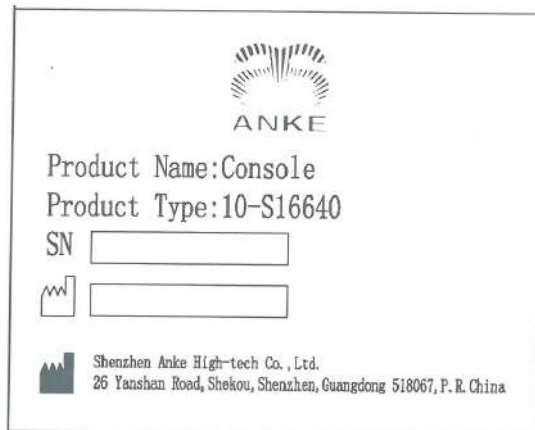

Рисунок2-9 Этикетка консоли
4. Рисунок 2-9 является этикеткой для консоли, наклеенной на консоль